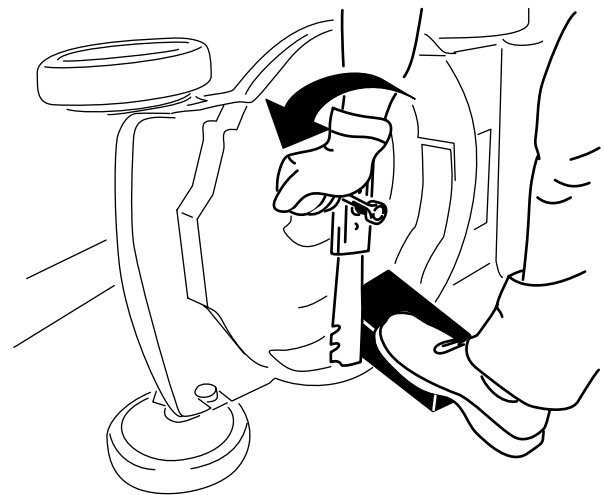

Bild 22
3. Stabilisieren Sie das Messer mit einem Holzblock (**Bild 22**).
4. Nehmen Sie das Messer ab und bewahren Sie alle Befestigungsschrauben auf (**Bild 22**).